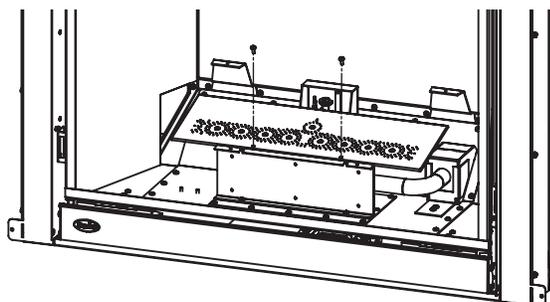

Figure 11. Brûleur Retirer
Étape 3: Dévissez le plateau du brûleur à l'aide d'un tournevis T20 puis tournez dans le sens horaire et le sortir de la boîte de venturi (figure 11).